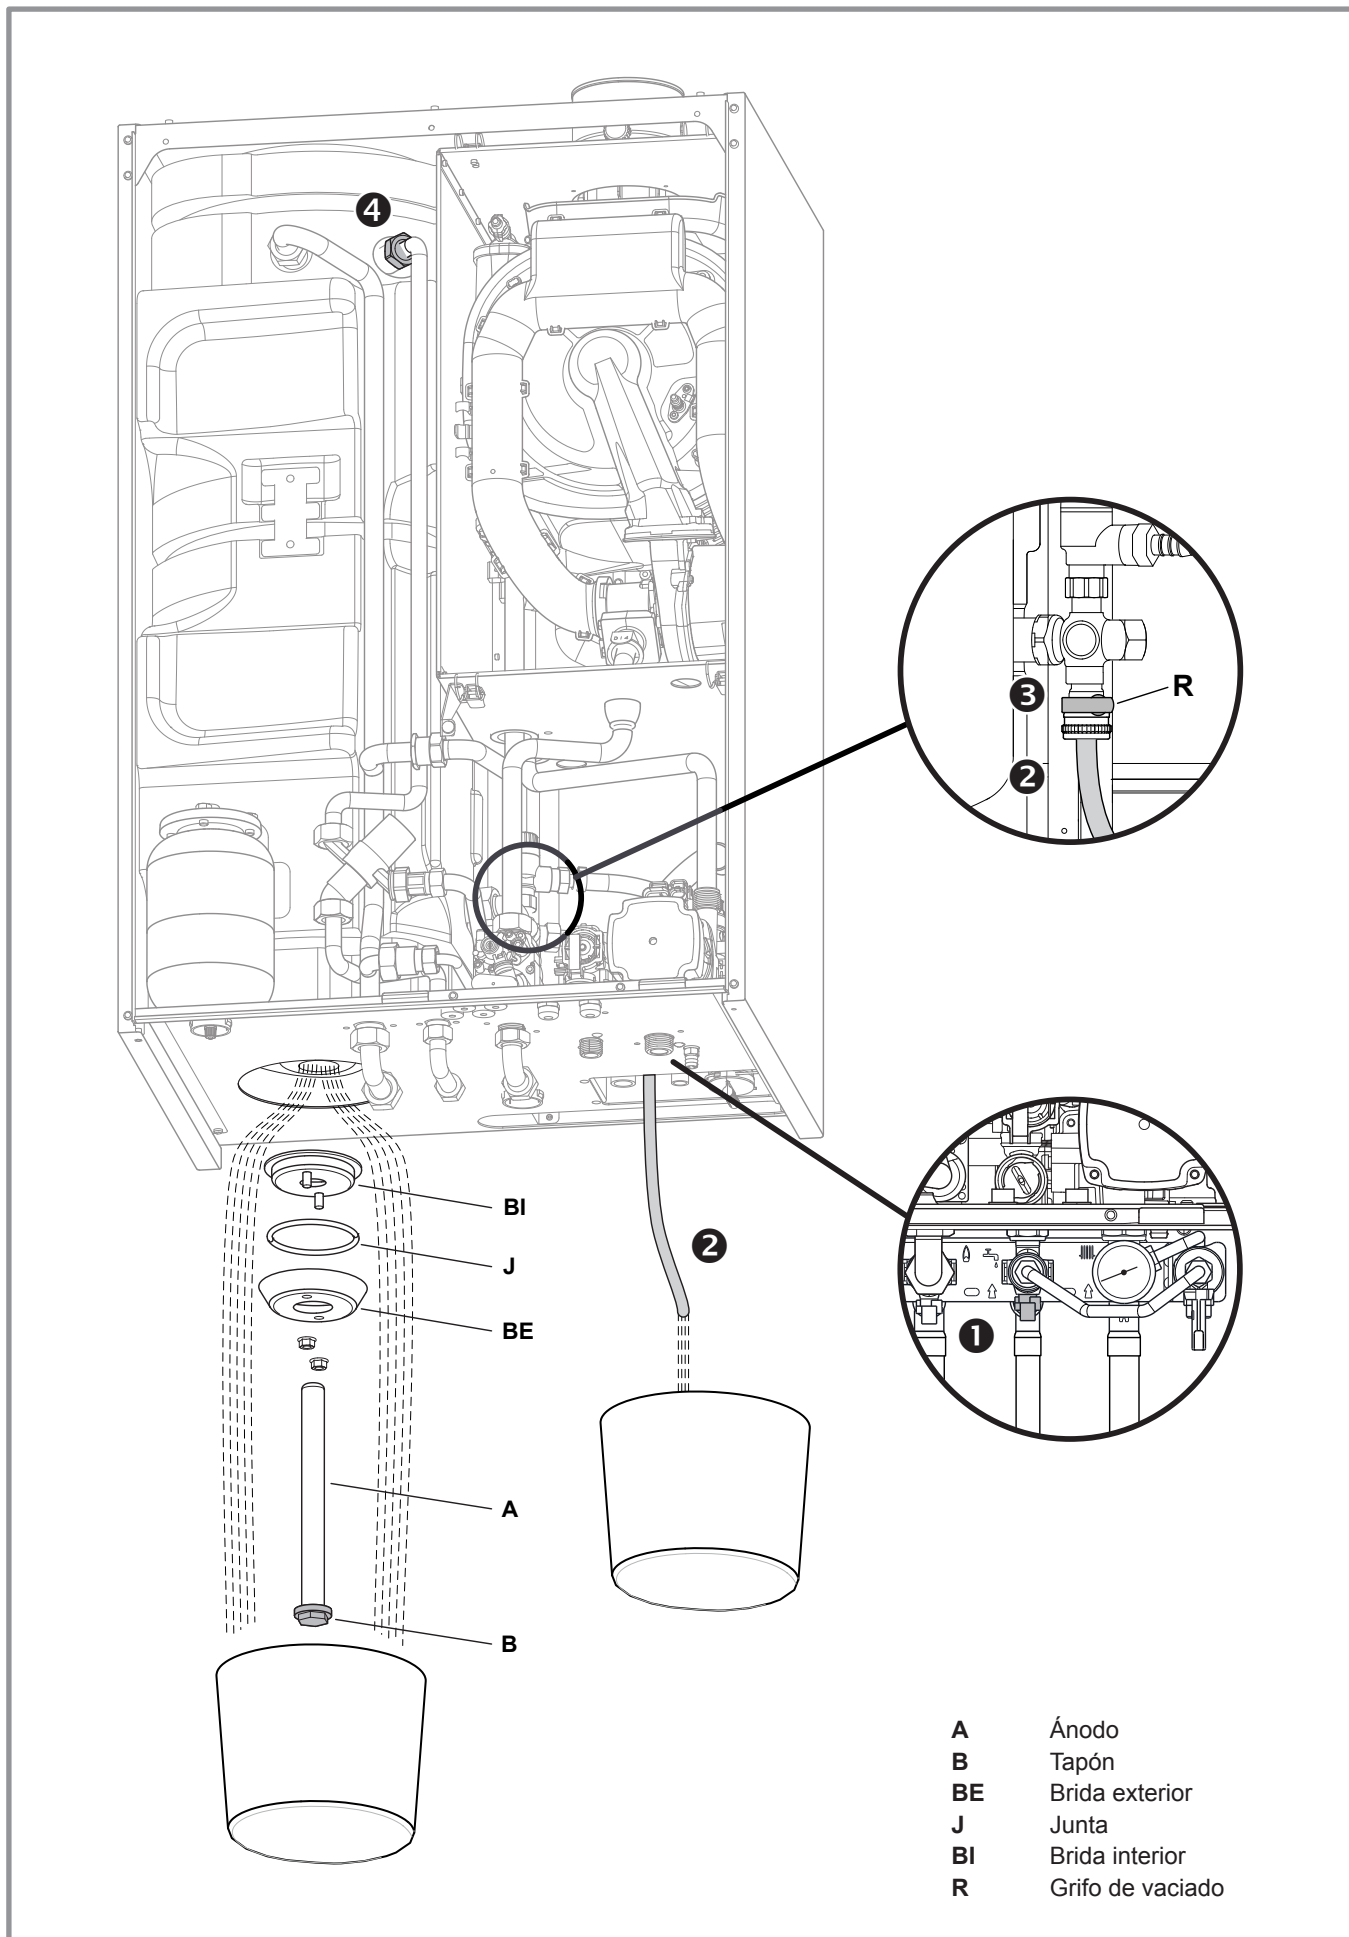

figura 32 - Mantenimiento del acumulador
- 2 Fije un tubo (Ø 15) en el grifo de vacío del acumulador bajo la válvula de seguridad sanitaria (). (figura 32).